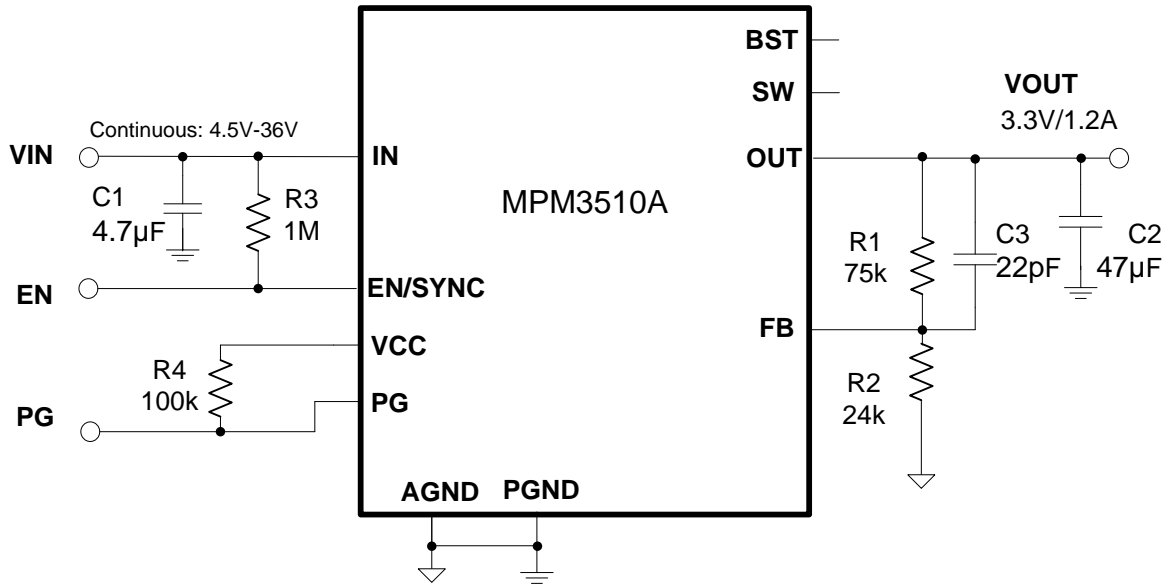

图 8: $V_{OUT} = 3.3V$, $I_{OUT} = 1.2A$
- 8) 推荐的布局基于图 8 和第 18 页中的“典型应用电路”。
具体应用原理图请见图8。典型性能特性和电路波形图请见“典型性能特性”章节。更多设备应用，请参考相关评估板规格书。